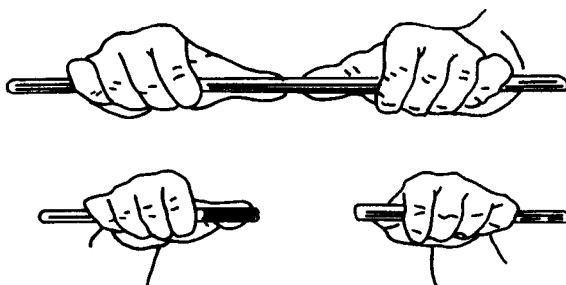

图 1.6 玻璃管的截断
(1) 选取玻璃管一根，平放在垫板上，一手紧握玻璃管，另一手持锉刀，将锉刀锋利的边沿放在欲截断处，然后在与玻璃管垂直的方向用力向内或向外划一下（不能来回拉锯），在“划”的同时，将玻璃管略微朝相反方向转动，这时在玻璃管上应出现一条明显的细直锉痕。若锉痕不明显，可在原线条上再按上述方法锉一次。
(2) 双手持起玻璃管，用两拇指抵住锉痕的背面，其余手指持住玻璃管，用力向外一折，玻璃管就从切痕断开（见图 1.6），切口应当平整才合要求。